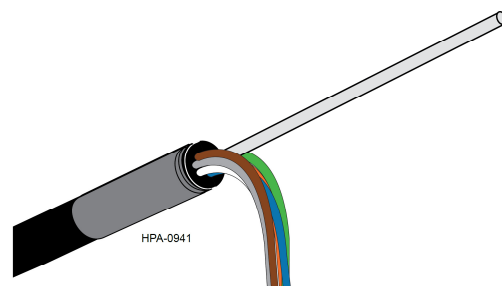

Abbildung 6
Schritt 6: Die Aderhüllen vom Zentralelement trennen/wickeln. Das Zentralelement auf die für die Zugabfangung in der Vorrichtung geeignete Länge schneiden (Abbildung 6).